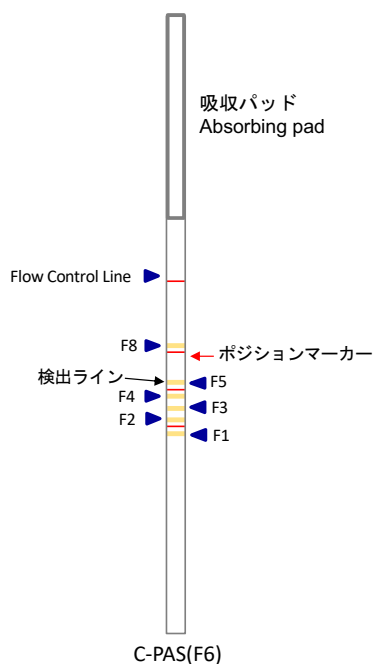

図 1 C-PAS 検出位置 (見本図)
- ③ PCR 産物を②で準備したクロマト展開液 (青色) が入った 1.5 mL マイクロチューブに全量分注する。
- ④ ②のチューブの蓋を閉めてよく攪拌し (タッピングあるいはボルテックスミキサーなどで 5 秒以上)、スピンドウンしてチューブの蓋を開ける。
- ⑤ クロマト展開紙 (C-PAS_F6) を容器から吸収パッド側を持って取り出す (図 1. C-PAS 検出位置 参照)。